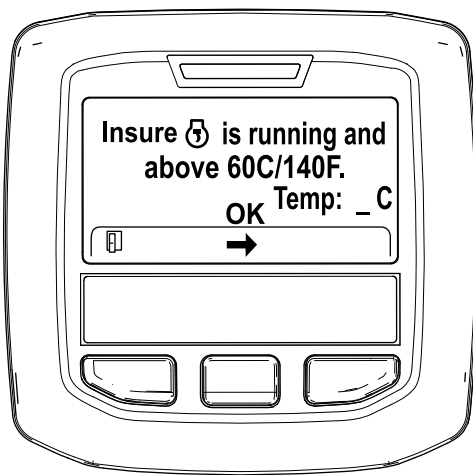

Figura 44
5. Se la temperatura del refrigerante è inferiore a 60°C, viene visualizzato il messaggio "Assicurarsi che  sia in funzione e sopra 60°C". (Figura 44).